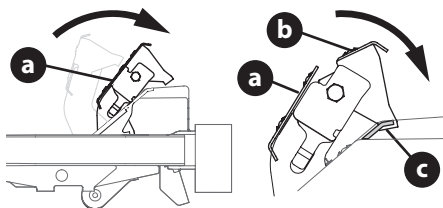

Figure 17
1. Enfoncez la pédale de frein (a) à fond vers l'avant et vers la droite (Figure 17).